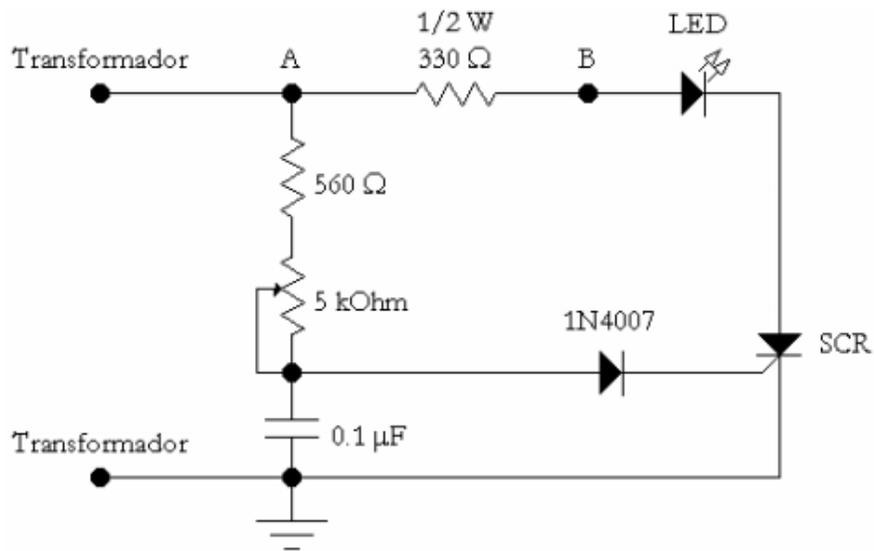

Figura 2
2.1. Simular el circuito de la Figura 2. Colocar inicialmente el valor del preset en 0  $\Omega$ .